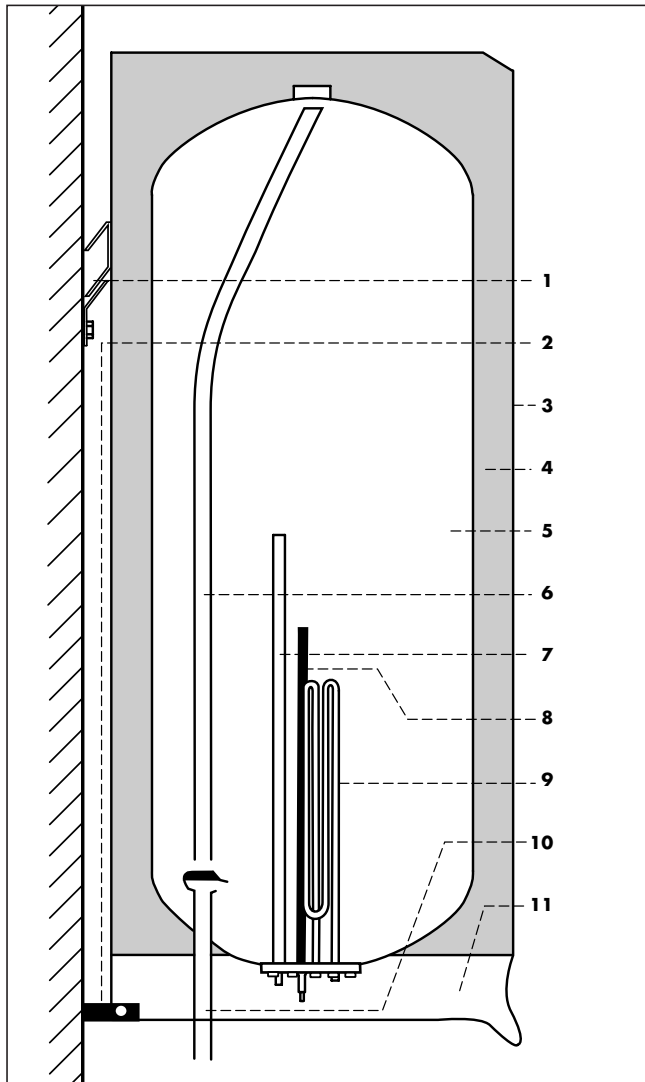

Abb. 1.2 Aufbau
Der Wasserinhalt ist bei geschlossenen Warmwasserzapfventilen nicht mit der Atmosphäre verbunden. Beim Öffnen eines Warmwasserzapfventils strömt das Kaltwasser durch das Kaltwasserzulaufrohr (10, Abb. 1.2) und drückt das warme Wasser vom Innenbehälter (5) durch das Warmwasserauslaufrohr (6) heraus.